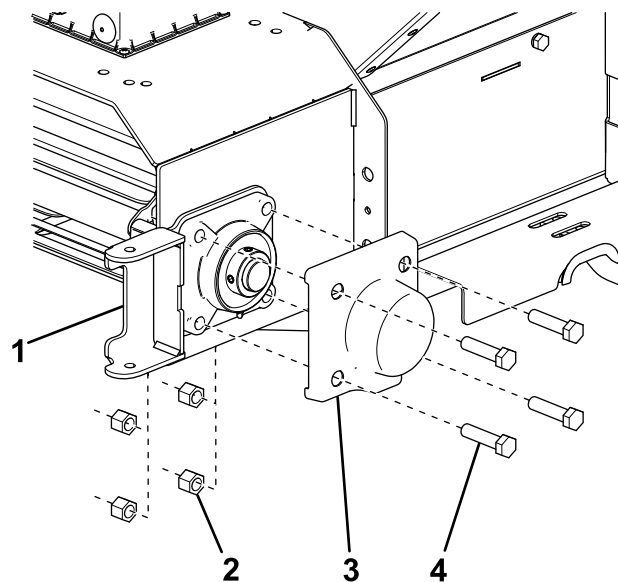

Figure 17
7. Retirez et mettez au rebut les 4 boulons et écrous qui fixent la cheville de verrouillage du distributeur droit et le couvercle de roulement à l'ensemble chaîne articulée (Figure 17).